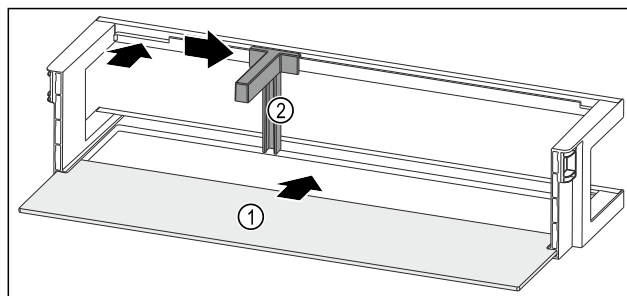

Fig. 51 Półka w drzwiach z półką
- ▶ Wsunąć półkę Fig. 51 (1) w boczne wycięcia.
- ▶ Włożyć uchwyt butelek Fig. 51 (2) do zagłębienia.
- ▶ Przesunąć uchwyt butelek Fig. 51 (2) na wybraną pozycję na bok.